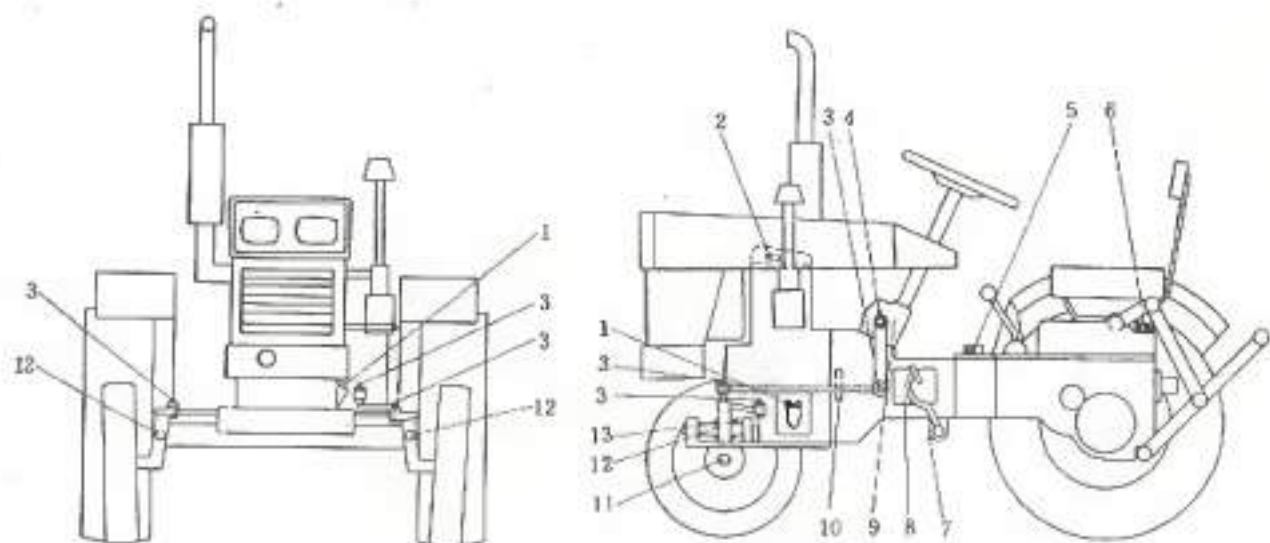

Рис. 3-1 Схема смазки трактора
4. Провести смазочную работу по таблице (см. табл. 3-1) и схеме (рис. 3-1).